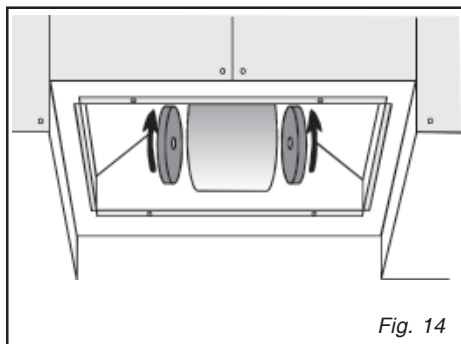

Fig. 14
• CHANGEMENT DU FILTRE CHARBON**• Démontage du filtre à charbon (fig.14)**
Démonter ensuite le filtre à charbon (fig. 14): retirer le filtre à charbon par un mouvement de rotation dans le sens des aiguilles d'une montre.